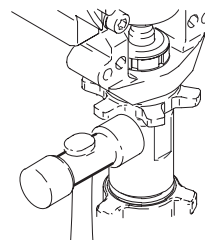

Fig. 16
Fig. 16. Visser le contre-écrou sur la pompe jusqu'en butée. Visser la pompe dans le corps de palier jusqu'à ce qu'elle soit arrêtée par le contre-écrou. Reculer la pompe et le contre-écrou pour aligner la sortie de pompe sur l'ouverture du capot (134). Serrer le contre-écrou à la main, puis tourner de 1/8 de tour en tapant avec un marteau de plastique à un couple d'env. 102 N.m.